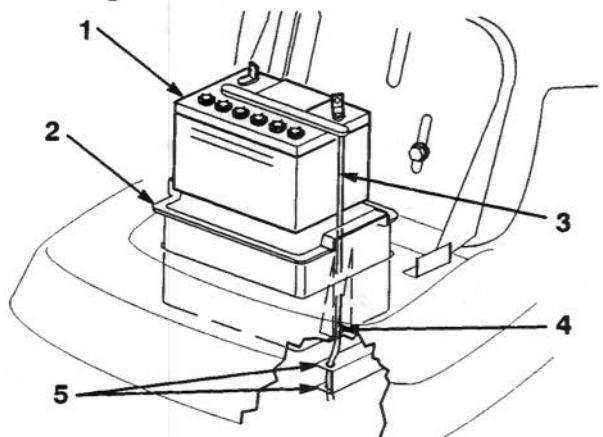

Bild 21
5. Batteriekasten, Batterie und das lange Belüftungsrohr aus dem Fahrzeug entfernen (Bild 21).
1. Die Batterie in den Kasten einführen und das Belüftungsrohr durch das U-Profil und das Langloch im Kastenboden schieben (Bild 21).
**WICHTIG:** In die Öffnung blicken, in die der Batteriekasten paßt. Das Loch im Ende des rechten Rahmenträgers (Bild 21) ausfindig machen. Das Belüftungsrohr immer durch dieses Loch führen, um einer Korrosion von Traktor und Mähwerk durch Batteriesäure vorzubeugen.
2. Batterie und -kasten in der Maschine installieren (Bild 21). Sicherstellen, daß das Ende des Belüftungsrohrs durch das Loch im Rahmen geführt wird (Bild 21).